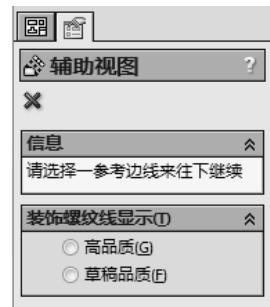

图 8-36 辅助视图操控板
- [2] 单击工程图工具栏上的【辅助视图】按钮，投影视图操控板出现，如图 8-36 所示。